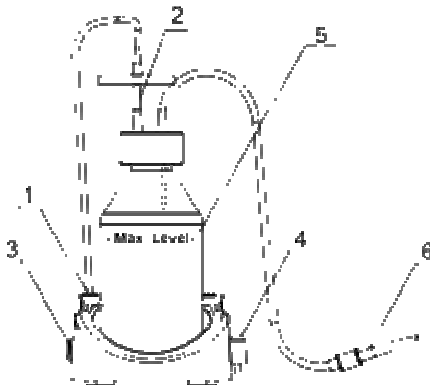
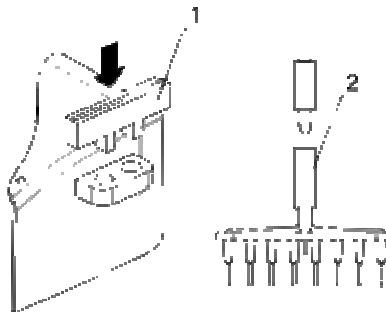

Abb. 1 Zusammengesetztes Gerät
Abb. 2 Installation der optionalen MA-8-Aspirationsdüse
- Achten Sie darauf, dass der Sammel-pufferfüllstand nicht über den zulässigen Füllstand steigt (siehe Abb. 1/5). Leeren Sie die Kolbenfalle, wenn der zulässige Flüssigkeitsstand erreicht ist. Treffen Sie die notwendigen Sicherheitsvorkehrungen zur Benutzung der Abfalllösung nach den allgemeinen Laborstandards.
- Schrauben Sie das Ausgangsrohr an die Pumpenfassung an (Abb. 1/1), die sich auf der Oberseite des Geräts befindet (durch Drehen im Uhrzeigersinn).
- Vergewissern Sie sich, dass der Filter fest auf der Fassung steckt (Abb. 1/2);
- Platzieren Sie das Rohr in eine Halterung (Abb. 1/4) auf der rechten Seite des FTA-1.
- Entfernen Sie die Rohre von den Halterungen auf der linken Seite des FTA-1 (Abb. 1/4).
- Stecken Sie den MA-8-Speicherhalter (Abb. 1/1) in den Halter (Abb. 2/...).
- Entfernen Sie die Standardaspirationsdüse vom Eingangsrohr (Abb. 1/6) und schließen Sie die MA-8-Aspirationsdüse an (Abb. 2/2).
- 4.2. Schalten Sie das Gerats mit Hilfe des Netzschalters (**Power**) auf der Seite des Gerats EIN (ON) Abb. 1/3).
- 4.4. Benutzen Sie den Minihalter (Abb. 1/4) auf der rechten Seite des Gerats, um die Aspirationsduse zu waschen oder einzulagern. Auf der Halterung konnen zwei Rohrchen platziert werden (z.B. fur Hydrochloridsaure und Destillat).
Achten Sie darauf, dass der Sammel-pufferfullstand wahrend des Betriebs nicht uber den zulassigen Fullstand steigt (siehe Abb. 1/5). Leeren Sie die Kolbenfalle, wenn der zulassige Flussigkeitsstand erreicht ist (gema Seite 4.6).
- 4.5. Schalten Sie nach Beendigung des Betriebs den Netzschalter (**Power**) (Abb. 1/3) aus (OFF) und nehmen Sie das externe Netzgerat vom Stromnetz.